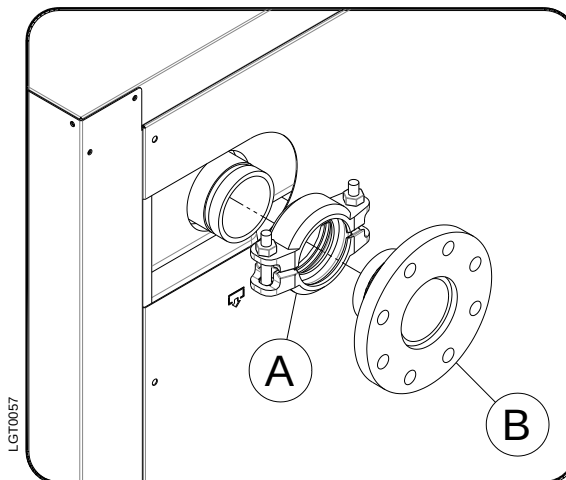

Fig.2
Montageflens (B) en klemverbindingen (A) zoals getoond in Fig.2